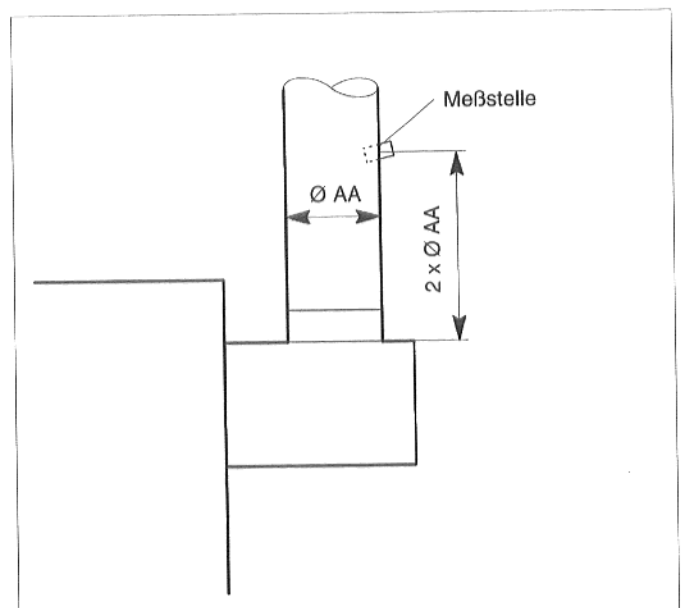

Abb. 35: Meßstelle im Abgasrohr
- Bringen Sie im Abgasrohr, ca. 2 x \varnothing AA nach der Strömungssicherung an der dem Kessel abgewandten Seite, eine Bohrung an (Abb. 35).